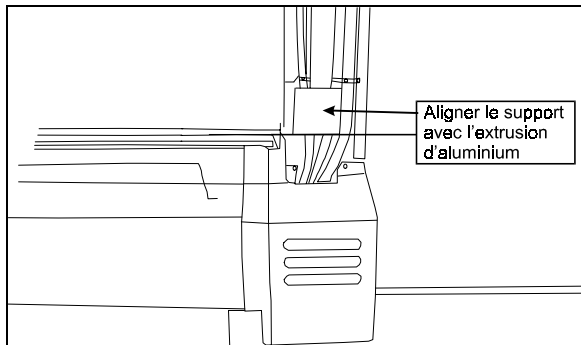

FIGURE 4
2. Retirer le poteau, la partie inférieure devra être coupée pour s'ajuster au nouveau bout de conduit (figure 4).